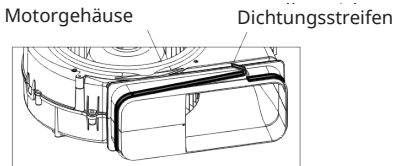

**Abbildung 1**
2. Legen Sie ein Handtuch oder Tuch auf den Tisch. Legen Sie das Glas mit der Vorderseite nach unten auf die geschützte Oberfläche (siehe Abbildung 1).